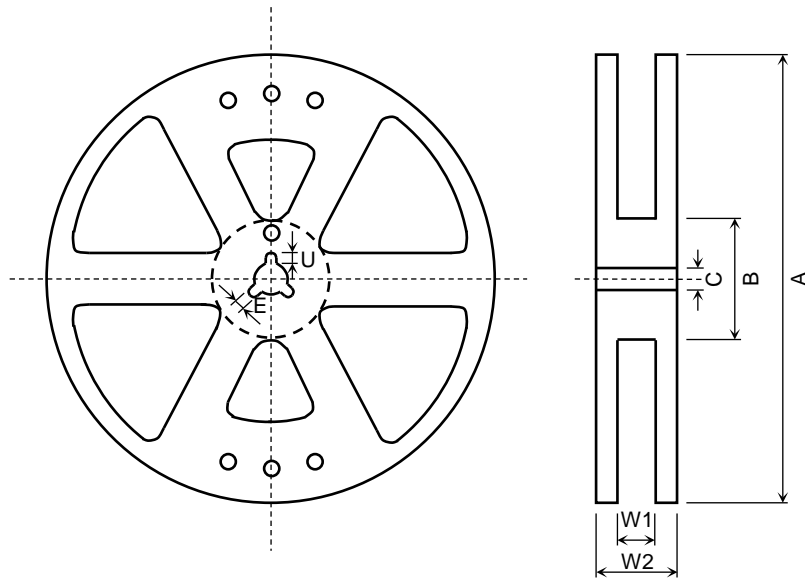

図 3 リール形状
- (1) 材 質: プラスチック (静電防止仕様)
- (2) 寸 法: 図 3 および表 4 に示します。